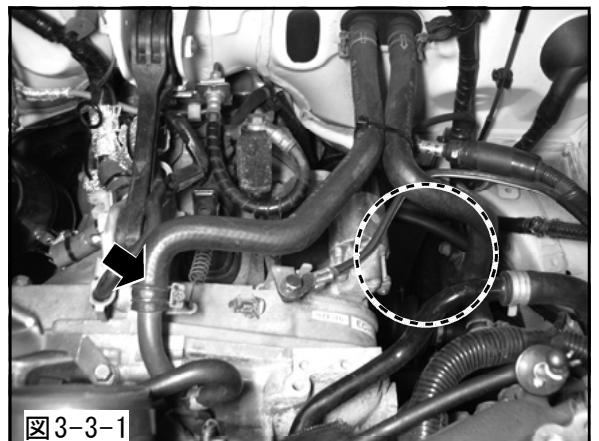

図3-3-1
- (2) インレットパイプNo.1にプラグプレートを取付けてください。
- (3) 矢印のヒーターホースのクランプを外してネジ部を図のようにターボチャージャー Assy側からスタータ側へ移動してください。(図3-3-1)
- (4) ヒーターホース同士とアース線等をタイラップ(大)でまとめ、スタータ横にインレットパイプNo.1を通すスペースを確保してください。(図中○印部)
(図3-3-1)